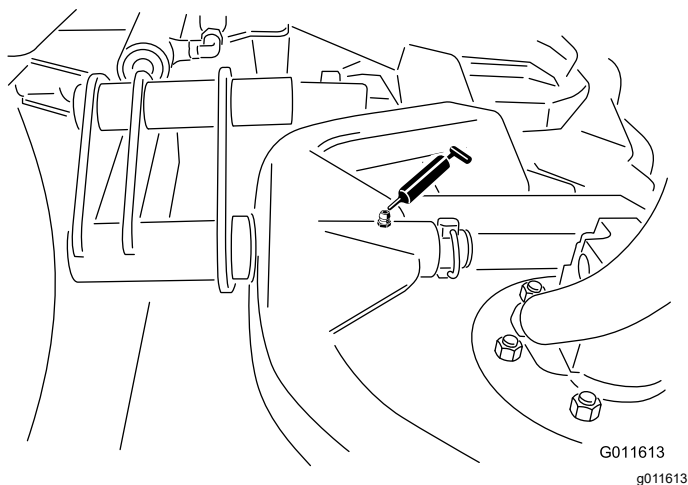

Рисунок 43
- Шарниры несущей рамы режущего блока (по 1 шт.) —Рисунок 43